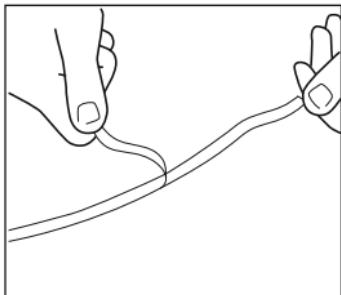

Рисунок 1 / Figure 1 / 1 сýрет
- зняти захист клейкого шару зі зворотного боку світлодіодної стрічки (рисунок 1);